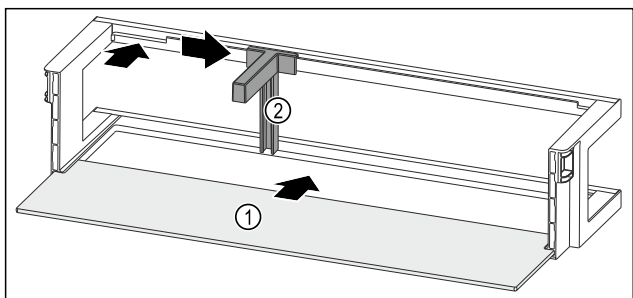

Fig. 123 Vratna polica z odlagalno polico
- ▶ Odlagalno polico Fig. 123 (1) vstavite v stranske utore.
- ▶ Vstavite držalo za steklenice Fig. 123 (2) v odprtino.
- ▶ Držalo za steklenice Fig. 123 (2) potisnite na stran do zelenega položaja.